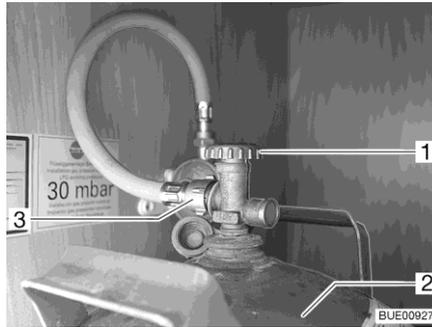

Fig. 115 Compartiment à gaz
- Fermer le robinet principal (Fig. 115,1) de la bouteille de gaz (Fig. 115,2). Observer le sens de la flèche.
- Dévisser la lyre (Fig. 115,3) de sur la bouteille de gaz.